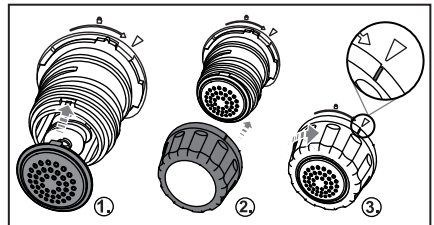

Abb. 5
- 8) Wählen Sie die passende Formscheibe **8** (siehe Kapitel „**Formscheiben**“) und schieben Sie diese so auf die Halterung **12**, dass die beiden Arretierungen an der Formscheibe **8** in die Aussparungen an der Halterung **12** rutschen (**Abb. 5**).
- 9) Schieben Sie die Formscheibenfixierung **14** auf die Halterung **12** und drehen Sie sie im Uhrzeitsinn Richtung -Symbol fest (**Abb. 5**). Fixieren Sie mit der freien Hand ggf. die Formscheibe **8**.